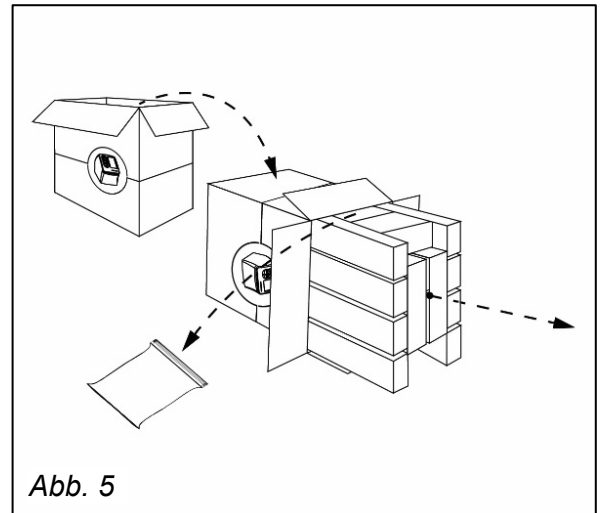

Abb. 5
2.2.4. Schachtel auf die Seite drehen (Abb. 5)
2.2.5. Ziehen Sie das Instrument und den umgebenden Schaumstoff langsam aus dem Karton, indem Sie den braunen Schlauch zwischen den Schaumstoffplatten verwenden (Abb. 5)
2.2.6. Entfernen Sie die Zubehörtasche und legen Sie sie beiseite (Abb. 5)